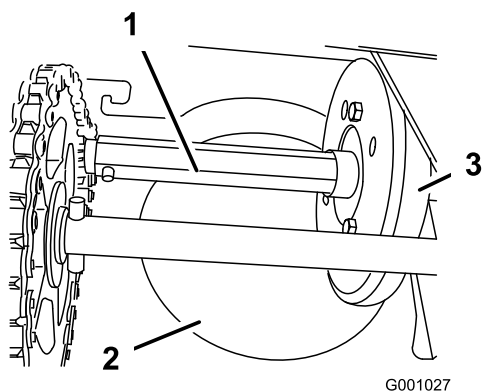

Рисунок 41
Раз в год наносите на шестигранный вал тонкий слой автомобильного двигательного масла (Рисунок 41).
**Внимание:** Не допускайте попадания масла на резиновое колесо и алюминиевый фрикционный диск привода для того, чтобы исключить проскальзывание привода тяги (Рисунок 41).